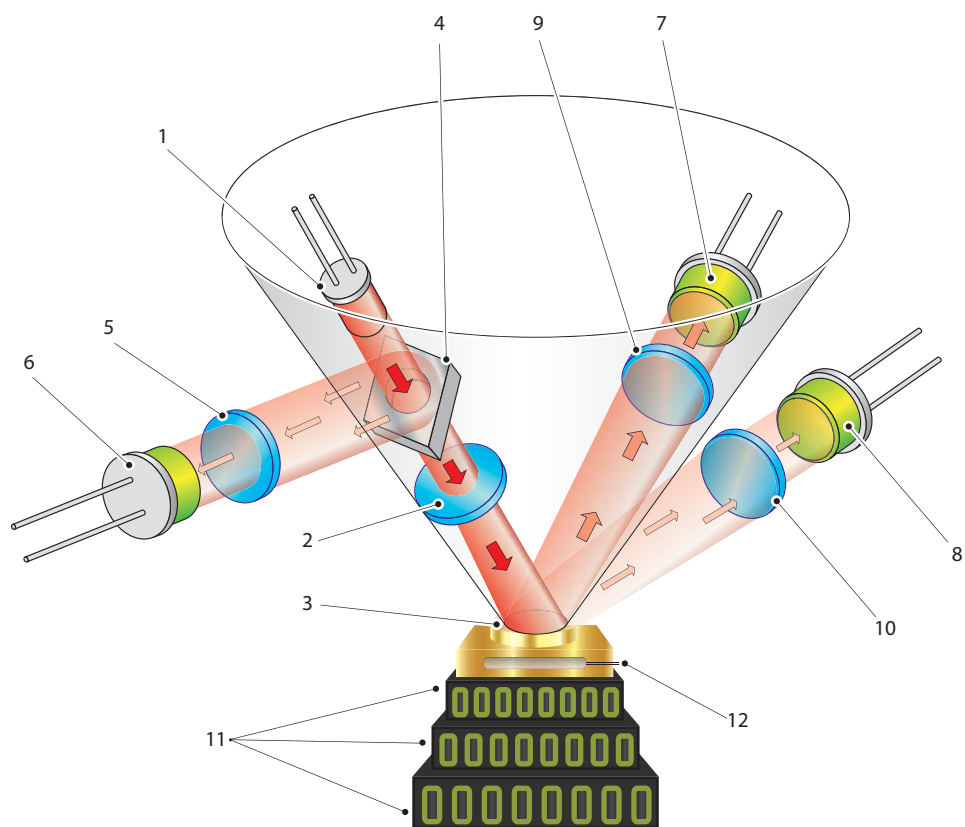

Рис. 2 *Принцип работы*
Светодиод (1) (см. Рис. 2) создает луч света постоянной интенсивности, который фокусируется на систему линз (2) и превращается в луч света, падающий на поверхность зеркала (3), заливая его светом.